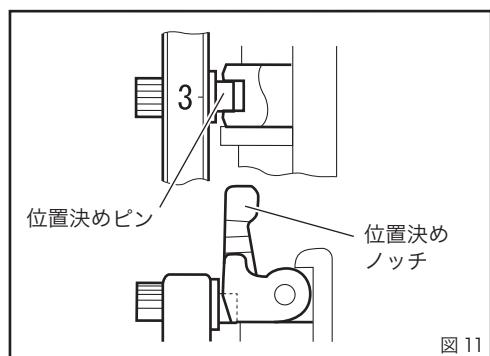

図 11
- ③一度目のねじが切れたら位置決めノッチを起こし、位置決めピンをノッチの溝に入れてください。(図 11)
- ④ダイヘッドを再びセットの位置にして二度目のねじ切り作業を行えば規格通りのねじが切れます。